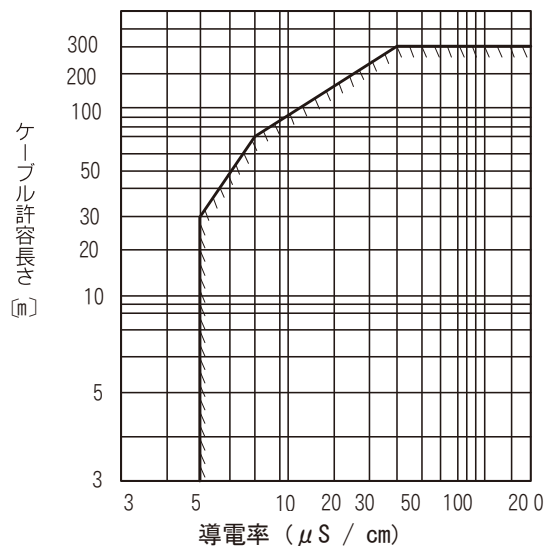

図13 導電率－ケーブル長さ関係図
- (1) 検出器－変換器間信号・励磁ケーブルは、必ず厚鋼電線管(JIS C8305 22mm)にて配線してください。電線管接続口は、検出器側 R(PT) 1/2おねじです。検出器直前には、フレキシブルコンジットをご使用ください。
- (2) 接地線は極力短くしてください。D種接地(接地抵抗100Ω以下)が必要です。また、接地電流が流れるような他の機器との接地の共用は避けてください。(単独接地をお勧めします)
- (3) 検出器－変換器間ケーブル長さは、導電率によって、許容ケーブル長さが異なります。図13をご参照ください。
- (4) デジタル出力1とオプションのデジタル出力2、デジタル入力の共通端子(COM)は共通ですので、これらの入出力端子にグラウンドが異なる外部信号や電源を接続することはできません。2つ以上の入出力を使用する場合は、接続する信号グラウンドや電源グラウンドがすべて共通であることを確認し、共通グラウンド側を共通端子(COM)に接続してください。